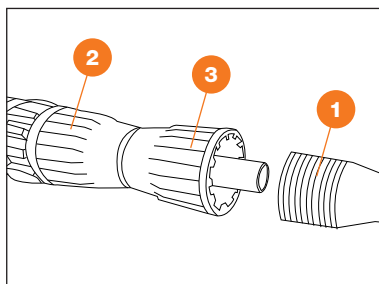

Рис. 3
1. Соедините шланг **1** и рукоятку управления **2** с помощью контргайки **3** (Рис. 3).